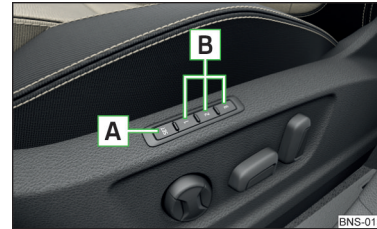

Abb. 85 SET-Taste und Speichertasten
Unter den Speichertasten **B** am Fahrer- bzw. Beifahrersitz kann jeweils eine Einstellung der jeweiligen Fahrersitz- und Außenspiegelposition gespeichert werden » Abb. 85.
- ▶ Die Taste **SET** **A** » Abb. 85 drücken und anschließend innerhalb von 10 s die gewünschte Speichertaste **B** drücken. Das Speichern wird mit einem akustischen Signal bestätigt.
- ▶ Die Zündung einschalten und die gewünschte Speichertaste **B** » Abb. 85 drücken.